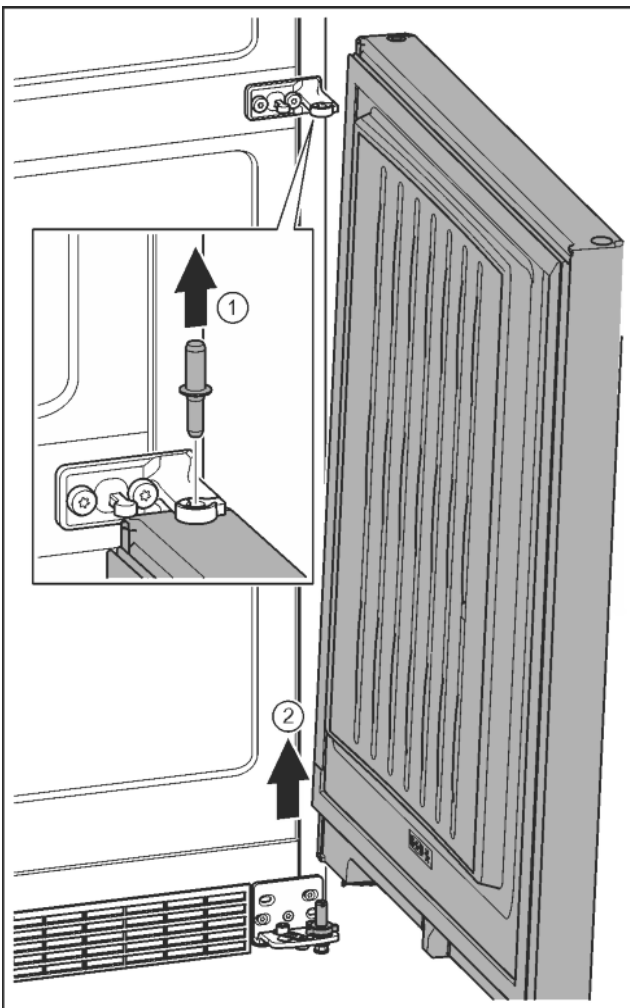

Fig. 12
- ▶ Bolzen nach oben herausziehen. *Fig. 12 (1)*
- ▶ Tür herausschwenken, nach oben ziehen und beiseite stellen. *Fig. 12 (2)*